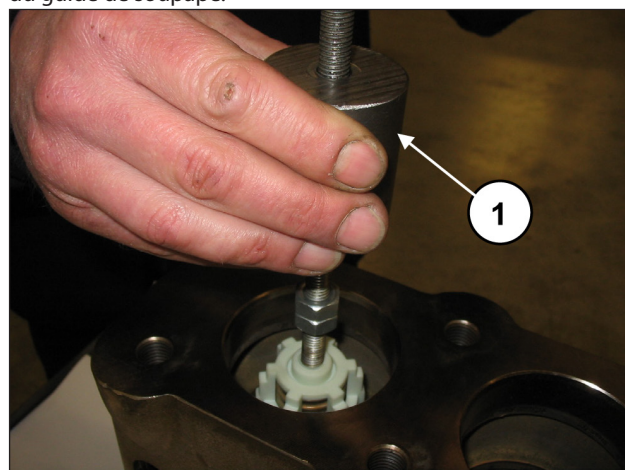

Fig. 110
Extraire l'ensemble de la soupape de refoulement à l'aide d'un extracteur à inertie (réf. 27516400) à appliquer sur le trou M10 du guide de soupape (rep. ①, Fig. 110) ou, en complément, un adaptateur M10-M16 (réf. 25089700) à fixer sur le filetage M16 du guide de soupape.